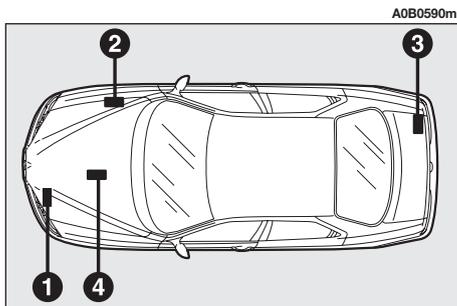
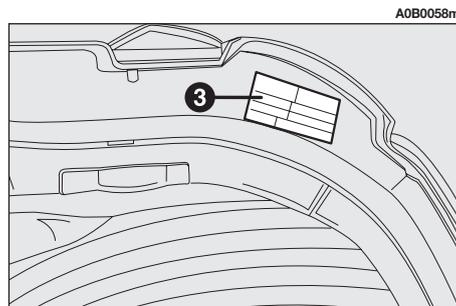

Abb. 1
Abb. 2
- Version Limousine = **Abb. 1**
- Version Sportwagon = **Abb. 2**
Für die Limousine-Versionen befindet sich das Schild auf der Innenseite der Heckklappe (**3, Abb. 1**), für die Sportwagon-Version dagegen auf der rechten Innenkante der Heckklappe (**3, Abb. 2**). Das Schild (**Abb. 3**) trägt folgende Daten: